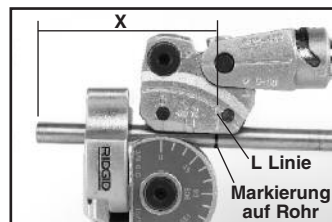

Abbildung 6 – Vorher
- Markieren Sie das Rohr an der gewünschten Stelle (X) des gemessenen Abstands vom Bezugspunkt aus (gemessen vom Rohrendes, der Biegung usw.). Die Mitte des Schenkels der Biegung entspricht diesem Abstand vom Bezugspunkt.
- Wenn sich der Bezugspunkt **LINKS** von der Markierung befindet (siehe Abbildung 6 – Vorher), richten Sie die Markierung am Rohr an der "L" Linie am Gleitstück aus.